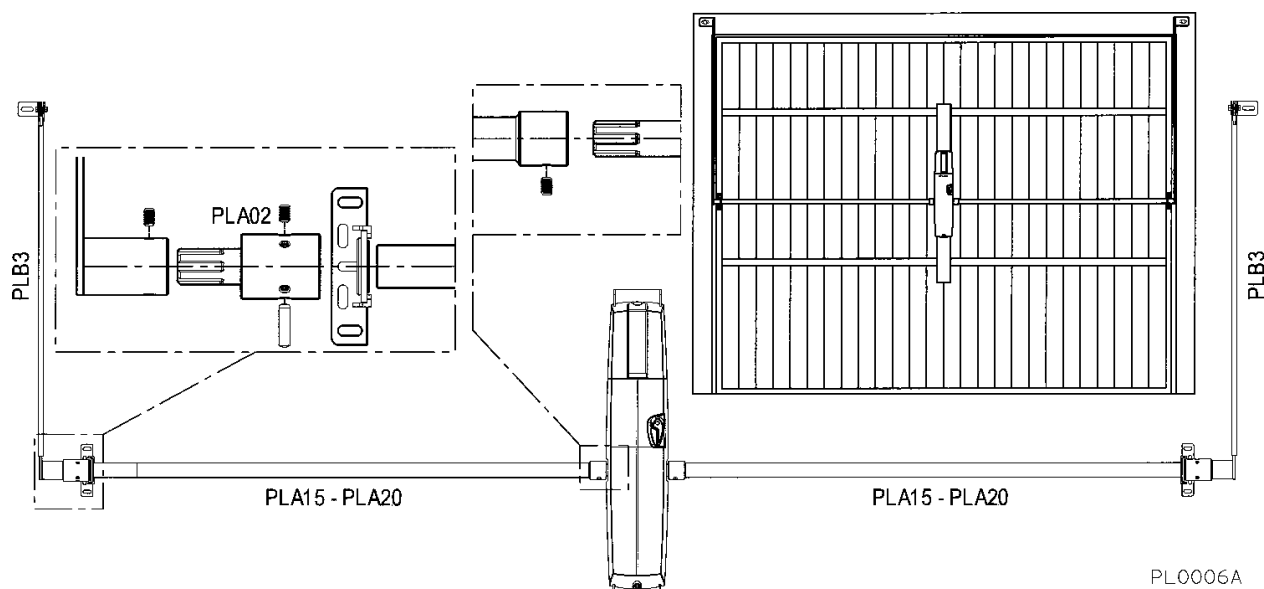

Fig. 24
##### (C) Assemblage des arbres de transmission au bras télescopique PLB3 par solidarisation PLA02 (fig. 24).